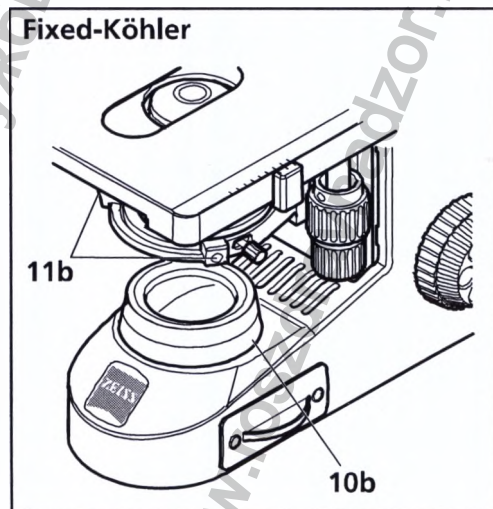
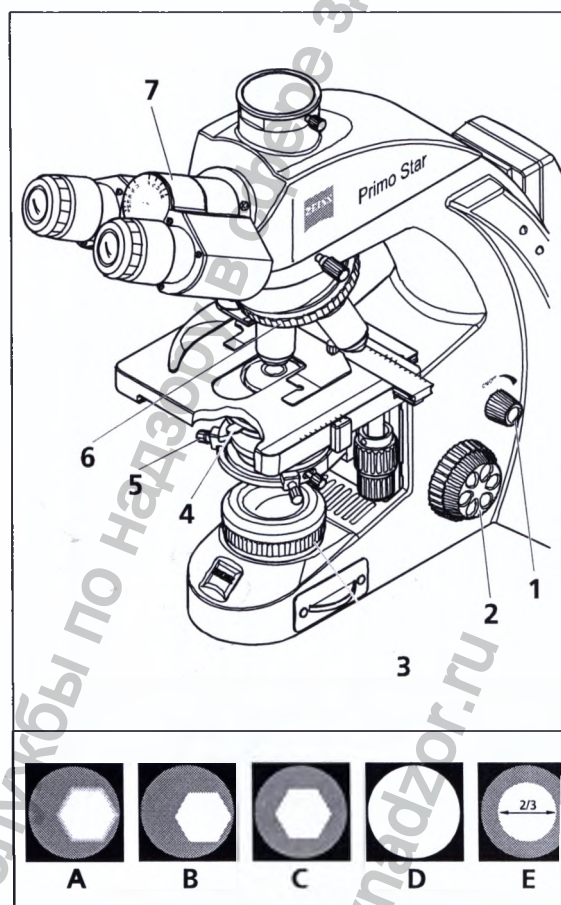

Рисунок 4 Элементы управления
Рисунок 8 Настройка для работы в проходящем свете по методу светлого поля
- Ход привода грубой настройки (Рисунок 4/18) устанавливается на заводе-изготовителе и в необходимости может дополнительно регулироваться.
Легенда к рис. 4:
- Сначала вложить высококонтрастный объект с покровным стеклом толщиной 0,17 мм вверх в объектодержатель предметного столика. Зафиксировать объект с помощью подпружиненного рычага (Рисунок 4/12).
- Настроить интенсивность освещения, пользуясь поворотной ручкой (Рисунок 8/1) на штативе микроскопа.
- Установить конденсор Аббе в позицию верхнего упора посредством поворота винта с накаткой для регулировки по высоте (Рисунок 4/15). Перевести рычаг апертурной диафрагмы (Рисунок 4/14) в среднее положение.
- Ввести объектив 10x в ход оптических лучей с помощью накатанного кольца (Рисунок 8/7) револьвера объективов.
- Наблюдать объект сначала через один окуляр бинокулярного тубуса (Рисунок 8/7) и, вращая привод, провести фокусировку на объект (Рисунок 8/2).
- Закрыть полевую диафрагму осветителя (Рисунок 8/3) настолько, чтобы она была видна полем зрения (пусть даже нерезко) (Рисунок 8/A).
- Изменять позицию конденсора с помощью винта с накаткой для регулировки по высоте (Рисунок 4/15) до тех пор, пока край полевой диафрагмы осветителя не будет отображаться достаточно резко (Рисунок 8/В).
- Отцентрировать полевую диафрагму осветителя, пользуясь обоими центрировочными винтами (Рисунок 8/5) конденсора (Рисунок 8/С). Затем открыть диафрагму до такой степени, чтобы край диафрагмы как раз исчез в поле зрения (Рисунок 8/Д).
- Для настройки апертурной диафрагмы (контраст) вынуть один окуляр из тубуса и смотреть невооружённым глазом в этот тубус. Посредством рычага (Рисунок 8/4) апертурную диафрагму настроить приблизительно на $2/3 \dots 4/5$ диаметра выходного зрачка объектива (Рисунок 8/Е). Такая настройка апертурной диафрагмы обеспечивает в большинстве случаев наилучший контраст при почти полном разрешении, что представляет оптимальный компромисс для человеческого глаза.